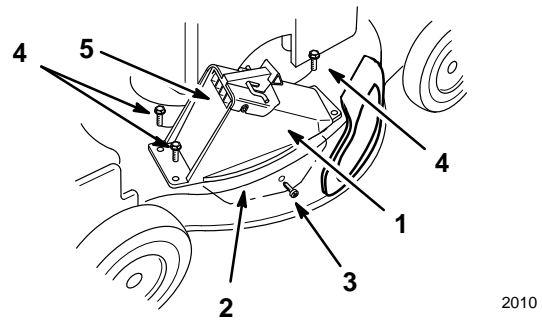

Figure 38
- Oeillets (4)
- Insérer la patte du conduit d'éjection dans le carter de tondeuse (Fig. 38).
- Faire correspondre les perforations du conduit d'éjection et les oeillets du carter de tondeuse (Fig. 38).
- Faire correspondre la perforation de la patte du conduit et la perforation latérale du carter de tondeuse (Fig. 38).
- Boulon (3)
- Insérer la vis autotaraudeuse fournie avec le sac de ramassage dans la perforation latérale du carter de tondeuse et dans la patte, et serrer la vis partiellement (Fig. 38).
- Fixer le conduit d'éjection au carter de tondeuse à l'aide des 3 boulons fournis avec le sac de ramassage (Fig. 38).
13. Ouvrir et fermer le volet d'éjection pour s'assurer qu'il peut se mouvoir librement (Fig. 38).